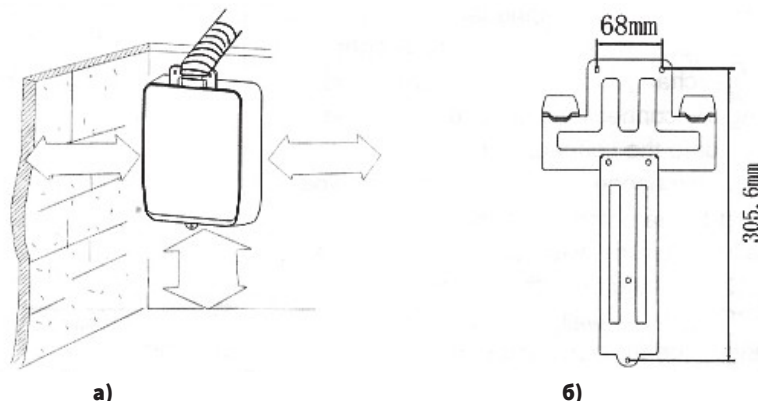

Рис. 5.3.2 (а, б)
- Расстояние от корпуса до стен и пола должно быть в соответствии с рис. 5.3.2 (а)
- Монтаж установки к стене производится при помощи панели рис. 5.3.2.б)